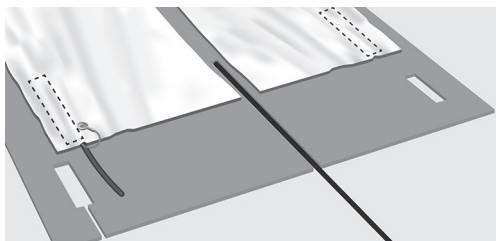

Bild 8. Utskärning i underlaget
8. När värmemattan eller värmemattorna har monterats enligt ritningen är det dags att skära i underlaget för att göra plats för skarvarna i värmemattan (Bild 8). Det finns en utbuktning i början av värmemattan, där den kalla kabeln kommer in i värmemattan. Markera denna på underlaget +5 mm på varje sida och ta bort underlaget med en vass kniv. Skär ut en